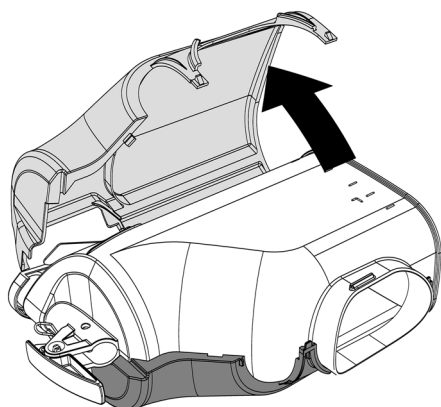
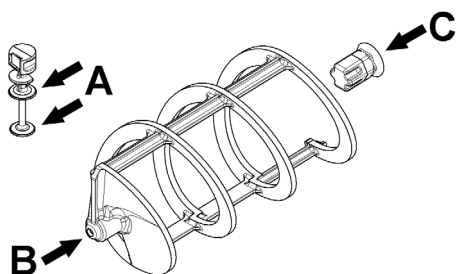

figura 14
figura 16
la destra. (vedere figura 14)(vedere figura 16).
- 2 Lubrificare il pistone rubinetto, il giunto esagonale ed il mescolatore nei punti indicati in figura 16 utilizzando esclusivamente il grasso in dotazione con la macchina o altro **grasso per uso alimentare**.